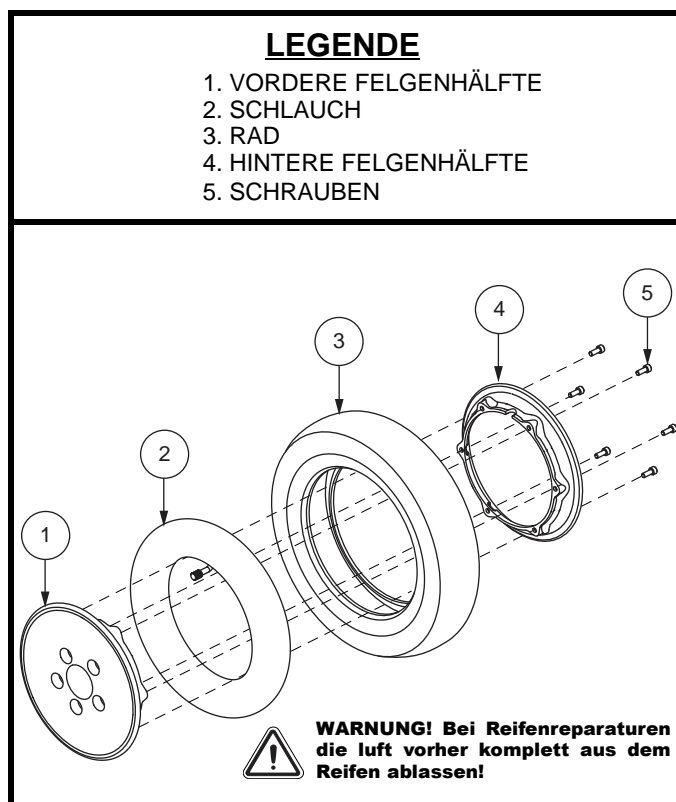

Abb. 27. Zerlegen und Zusammenbauen von Luftreifen
6. Entfernen Sie die Schrauben und trennen die äußere und innere Felge voneinander. **Siehe Abb. 27.**